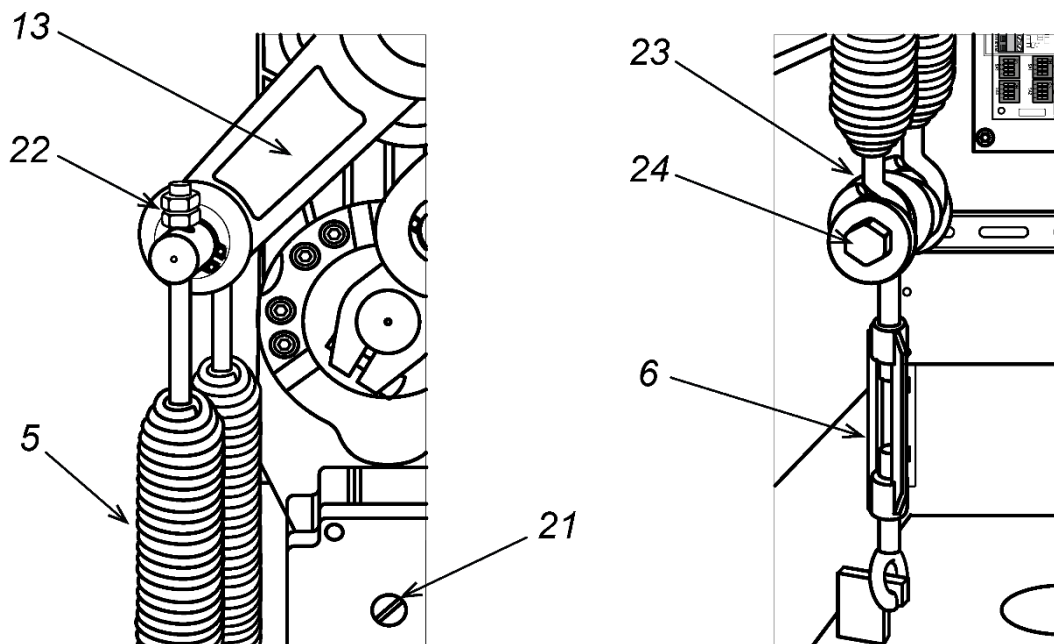

Рисунок 12. Установка балансировочных пружин
- Также регулировать натяжение пружин можно при помощи гаек (22) на верхних шпильках пружин (см. рис. 12), при этом над гайками у обеих пружин должно быть примерно одинаковое количество витков резьбы, но не менее 3-5 витков.